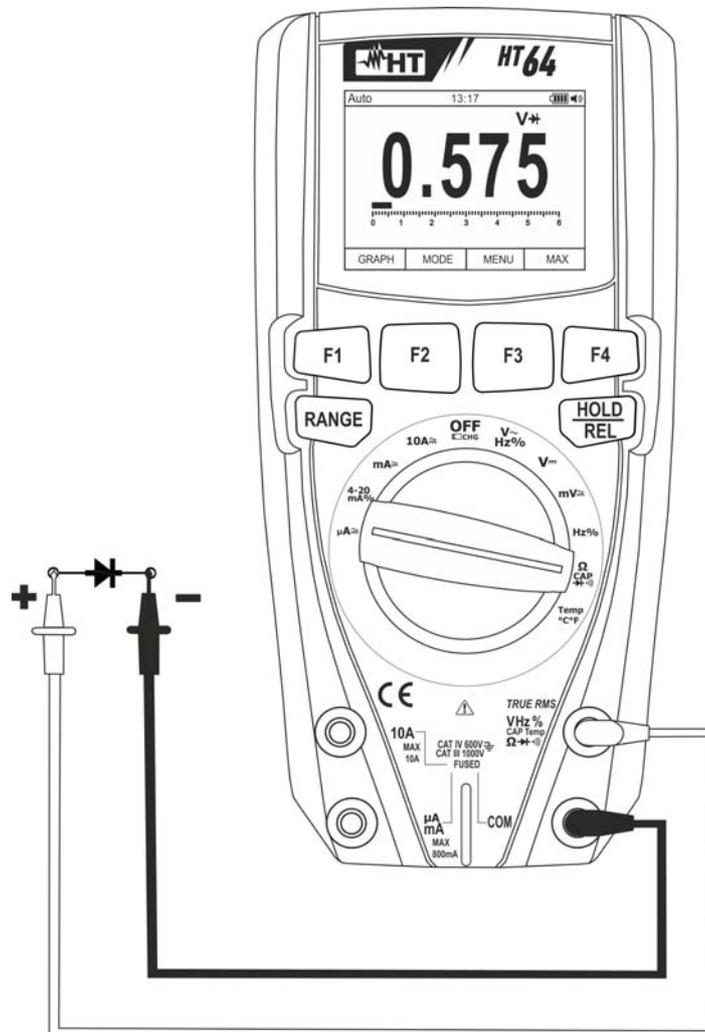

Fig. 26: Utilisation de l'instrument pour le test des diodes
4. Positionner les embouts aux extrémités de la diode sous test (voir Fig. 26) en respectant les polarités indiquées. La valeur de la tension de seuil en polarisation directe est affichée à l'écran
6. Si l'instrument affiche le message « **O.L.** » les bornes de la diode sont inversées par rapport à ce qui est indiqué dans Fig. 26 ou bien la jonction P-N de la diode est endommagée